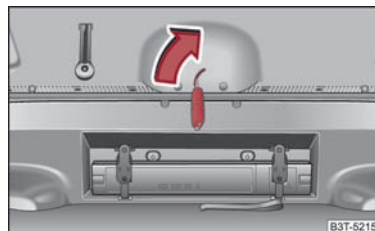

Abb. 36 Notentriegelung der Gepäckraumklappe
- Schieben Sie den Schlüssel in den Schlitz der Verkleidung bis zum Anschlag ⇒ Abb. 36.